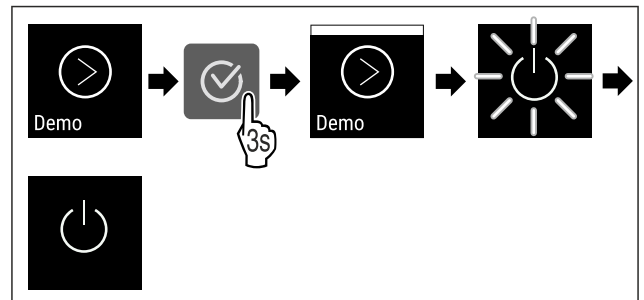

Fig. 110
- ▶ Изпълнете стъпките (виж Fig. 110) .